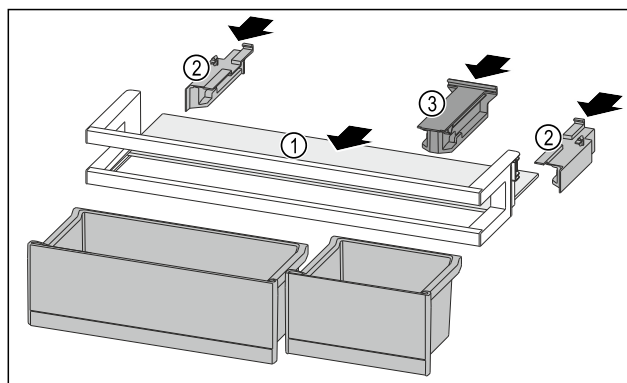

Fig. 226
- Inserire il ripiano Fig. 226 (1) negli incavi laterali.
- Inserire gli elementi laterali Fig. 226 (2).
- Inserire l'elemento di tenuta Fig. 226 (3).